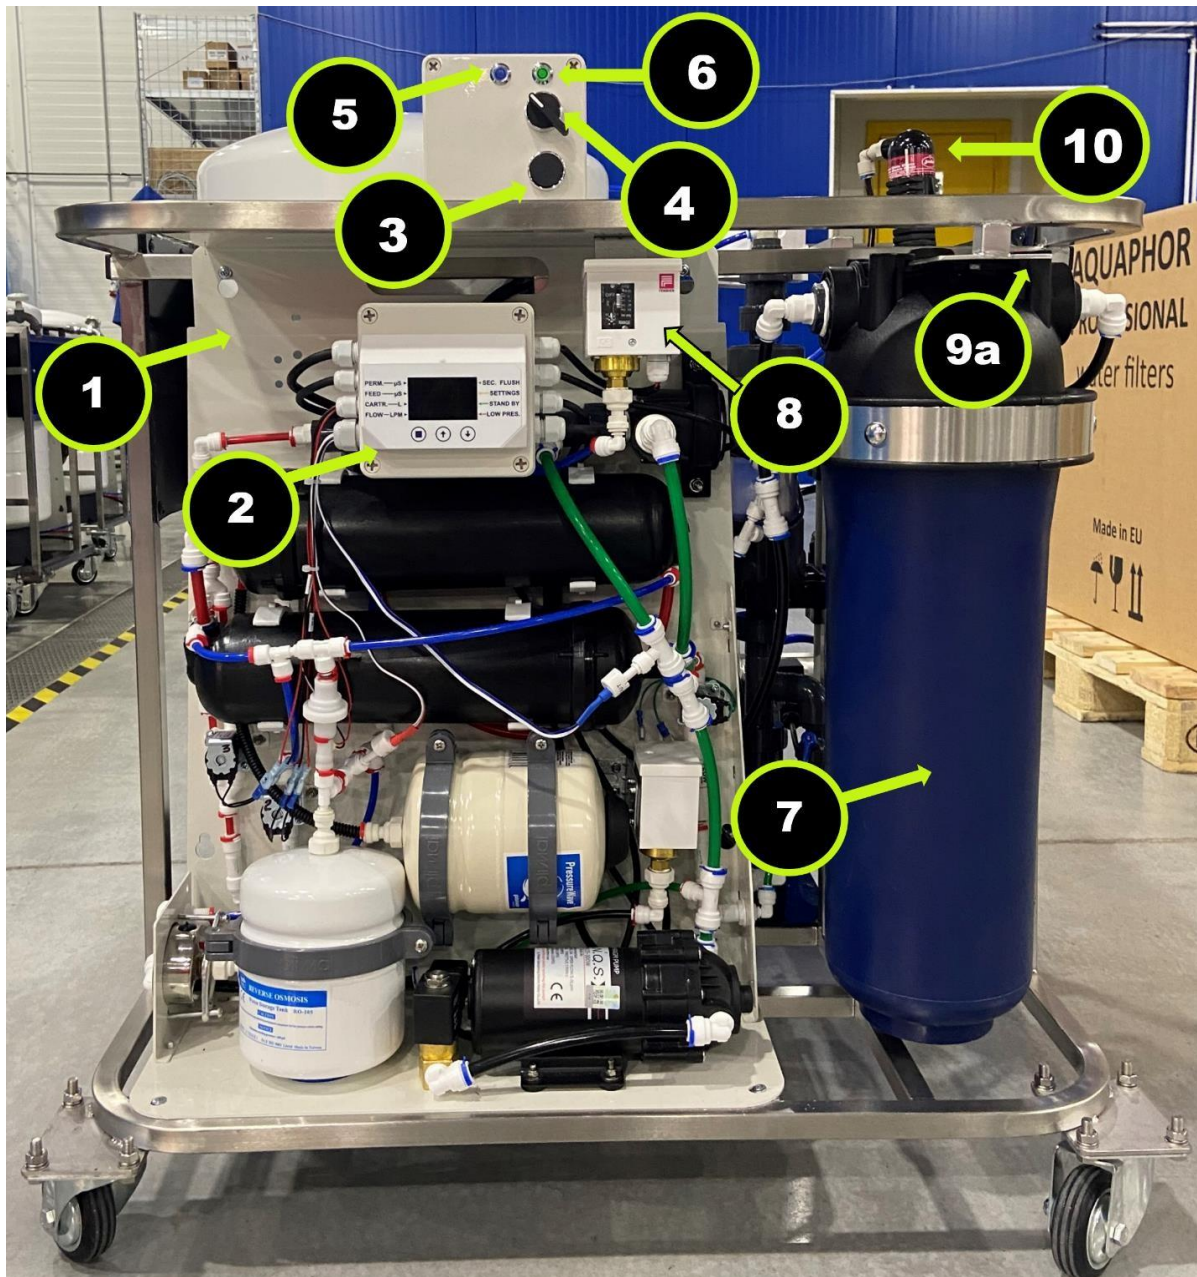
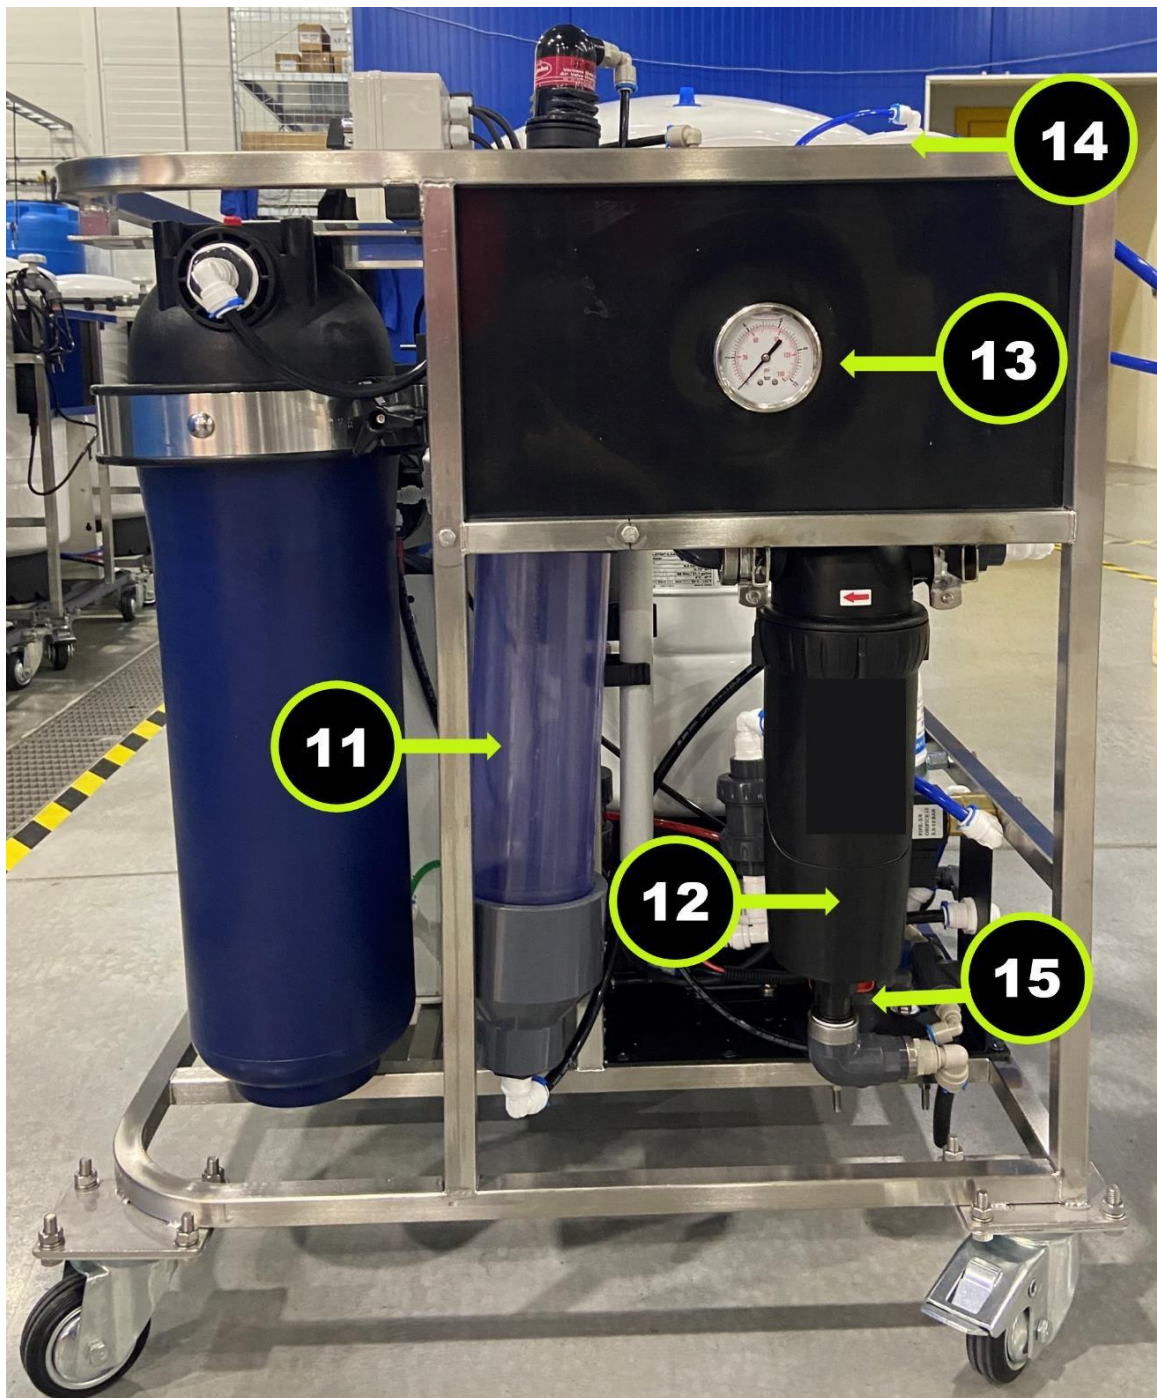
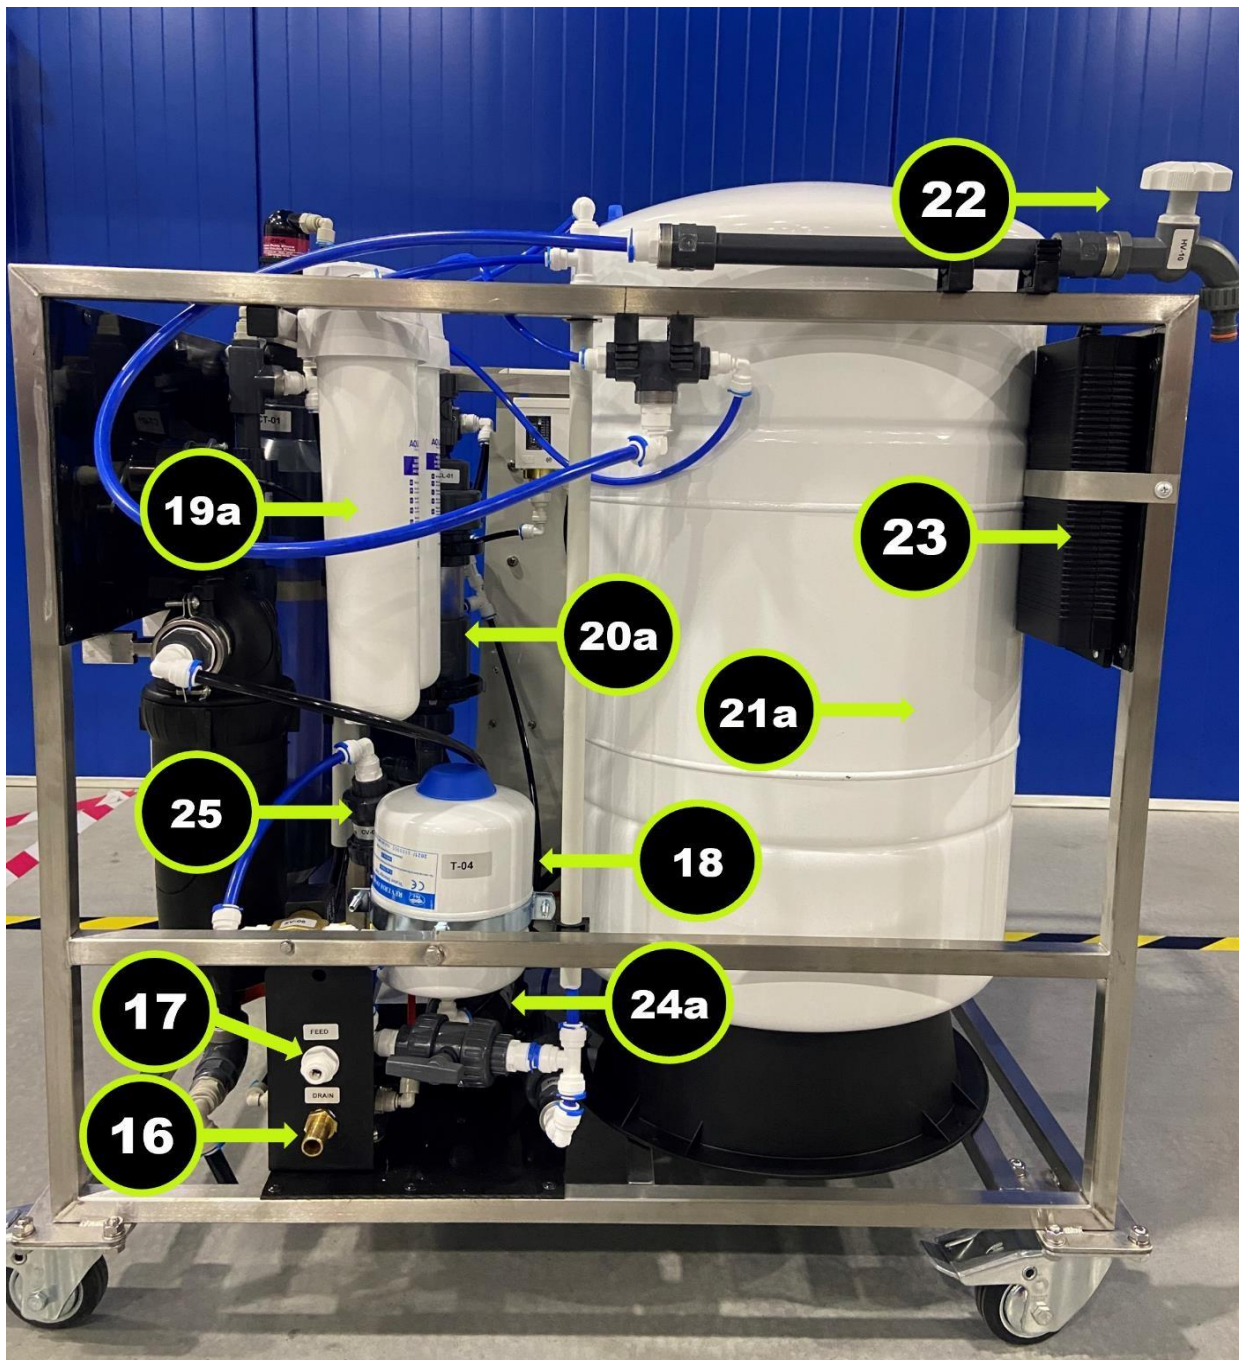

Abbildung 1
Abbildung 2
Abbildung 3
- a. Anschließend wird es im Entgasungs- und Amortisationstank mit einer Chlorlösung absorbiert (Abb. 2/11).
- b. Es durchläuft den nächsten mechanischen Filter (Abb. 2/12) und gelangt dann zum Viking-Vorfiltermodul (Abb. 1/7). Die Kohlepatrone absorbiert Chlor und organische Verbindungen aus dem Wasser.
- c. Das vorgefilterte Wasser gelangt zur Tiefenreinigung in ein Umkehrosmose-System (Abb. 1/1). Anschließend wird das Quellwasser in zwei Ströme aufgeteilt, das Produkt (reines Wasser) und das Konzentrat (Schmutzwasser). Das Konzentrat wird
- in den Abfluss geleitet (Abb. 3/16), das Produkt wird im Speichertank gesammelt (Abb. 3/21a).
- d. Das reine Wasser durchläuft die Stufe der Konditionierung und Mineralisierung durch Aquaphor K7BM-Module (Abb. 3/19a).
- e. Das reine mineralisierte Wasser wird über einen Wasserhahn abgegeben (Abb. 3/22).
- f. Wenn der Druck im Speichertank den eingestellten Wert erreicht, wechselt das System in den Standby-Modus. Das Relais der Druckpumpe (Abb. 1/8) wird ausgeschaltet. Gleichzeitig öffnet sich das Ventil zum Spülen des Grobfilters (Abb. 3/25) für 12 Sekunden.
- a. Schließen Sie den schwarzen Schlauch an das System an (Abb. 3/17). Tauchen Sie das andere Ende des Schlauchs (das mit dem installierten Filter) (Abb. 5) in einen Wasserbehälter.
- c. Entfernen Sie den Becher des Chlorinators (Abb. 3/20a, Abb. 4/20b) und legen Sie die Tablette auf den Boden des Behälters zur Vorbereitung der Lösung.
2. Schließen Sie das System an die Stromquelle an. Schalten Sie den Schalter auf ON (Abb. 1/4). Die Förderpumpe nimmt ihren Betrieb auf (Abb. 3/24).
Achtung! Der mechanische Filter sollte regelmäßig gespült werden: Öffnen Sie bei eingeschaltetem Filtrationsmodus kurzzeitig das Ablassventil (Abb. 2/15).